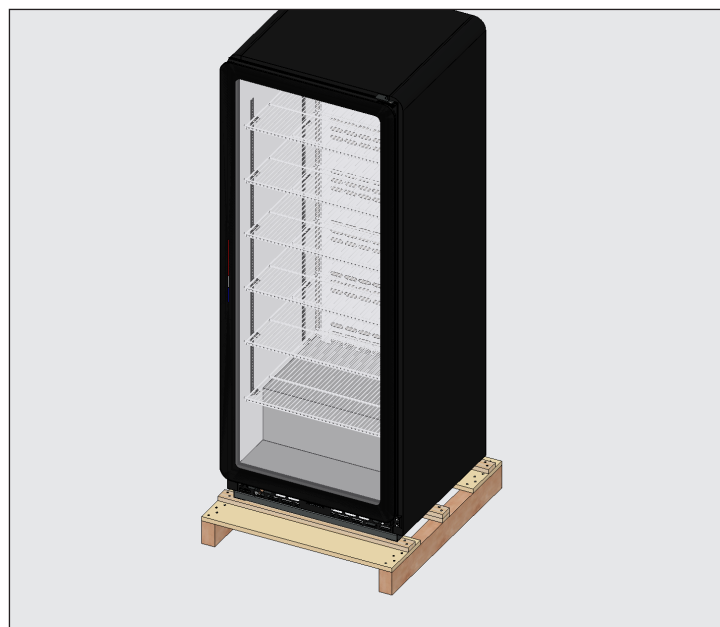

Fig. 1. Retrait de l'emballage extérieur.
1. Enlevez l'emballage extérieur (carton et papier bullé ou coins en polystyrène expansé et plastique transparent). Voir fig. 1.